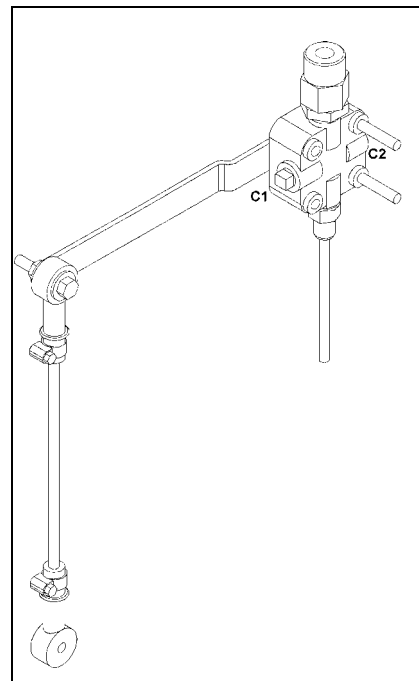

FIGURE 8
9. Fixer le levier de commande à la tringlerie à l'aide de boulon, rondelle et écrou. Insérer le tee de golf fourni dans les trous prévus du levier et de la soupape pour les bloquer, utiliser les écrous de réglage sur la tige pliée pour garder le levier de commande aussi horizontal que possible, reconnecter les canalisations. Le trou allongé situé sur le support peut être utilisé pour un réglage final. Se référer à la figure 8 pour une vue en perspective de l'installation.